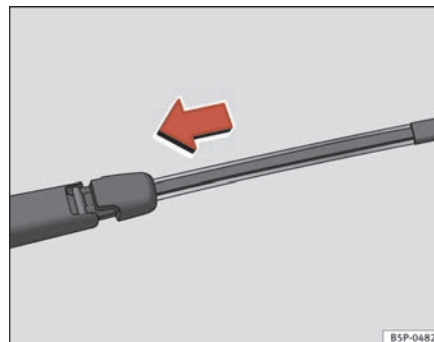

Fig. 166 Colocar la escobilla de limpialuneta
- Sitúe la escobilla, tal como se indica en la ⇒ página 240, fig. 166 y deslice el adaptador hasta que encaste.